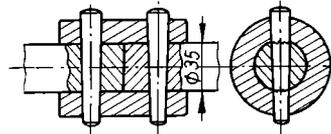

Bild 49
79. Bei einer Muffenkupplung sind die beiden 35 mm dicken Wellen durch eine übergeschobene hohlzylindrische Muffe verbunden (Bild 49). Jede Welle ist mittels eines quer hindurchgetriebenen, schwach konischen Stifts in der Muffe befestigt. **a)** Wie groß ist die Umfangskraft an der Welle, wenn 3 PS mit $n = 180$ min⁻¹ übertragen werden? **b)** Welchen mittleren Durchmesser müssen die Stifte bei einer zulässigen Abscherspannung von 300 kp/cm² erhalten?